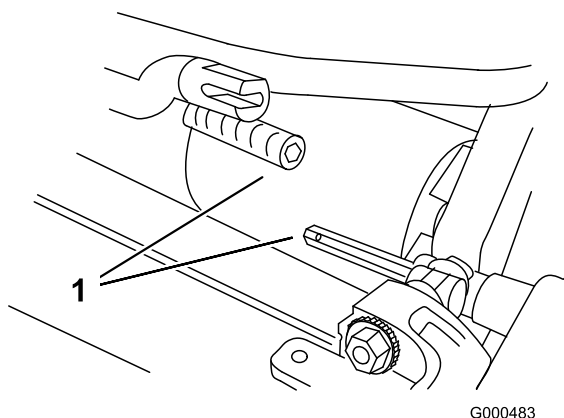

図 9
3. カuttingユニットをトラクションユニットの下に押し込み、次に左に押してトランスミッションのカップリングに接続する 図 9。